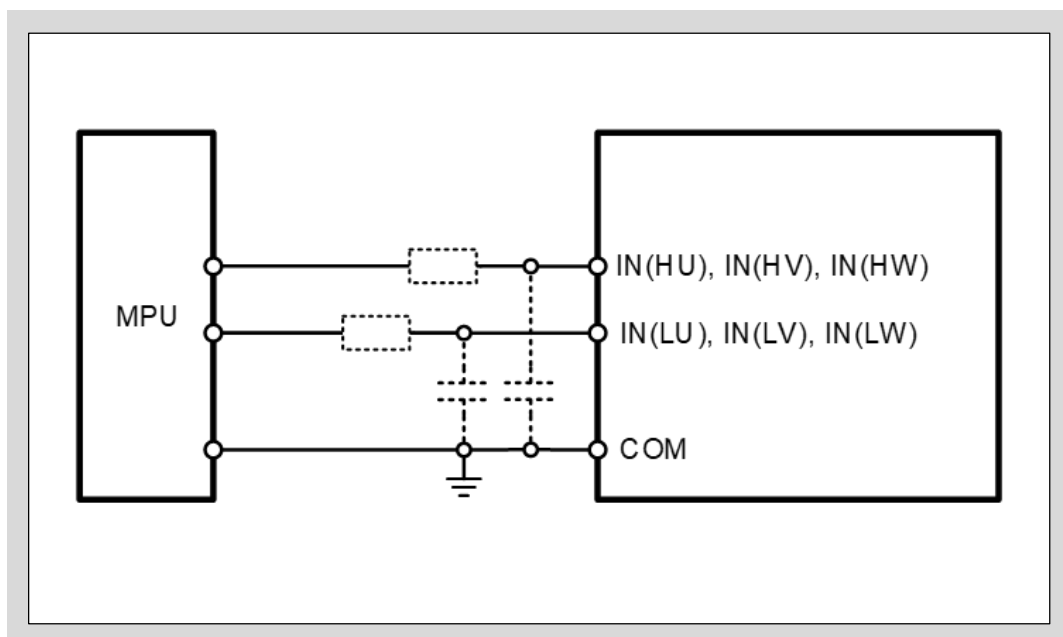

図3-15 IN(HU,HV,HW), IN(LU,LV,LW) 端子とMPU I/Oとの推奨接続回路
- 図3-15にMPUと本製品の接続例を示します。入力端子は、直接MPUに接続することができます。入力端子には、プルダウン抵抗を内蔵しており、外付けプルダウン抵抗をつける必要はありません。また、入力端子はハイアクティブ動作であるため、外付けプルアップ抵抗をつける必要もありません。
- 信号配線が長くノイズが重畳する場合は、図3-15に点線で示すRCフィルタ回路で除去してください。RとCの定数は、PWM制御方式やプリント基板の配線パターンに応じて調整してください。